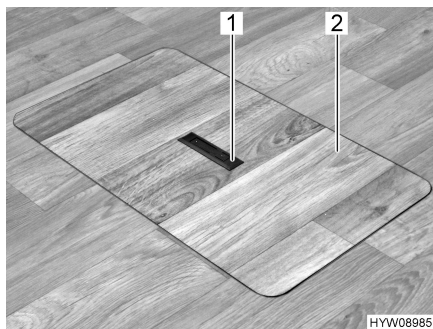
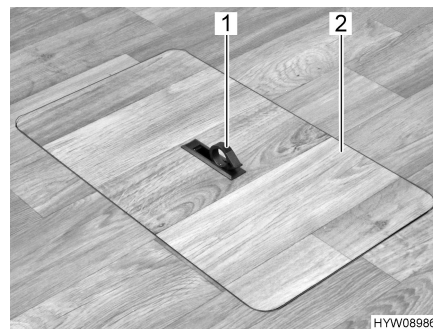

Bild 23 Lock för golvförvaringsfacket (handtag sänkt)
Bild 24 Lock för golvförvaringsfacket (handtag utsvängd)
- Tryck nedåt på ena sidan av gripplattan (Bild 23,1). Handtaget (Bild 24,1) svängs upp.
- Ta bort locket (Bild 24,2) uppåt.
- Sätt locket (Bild 24,2) i ramen i golvet.